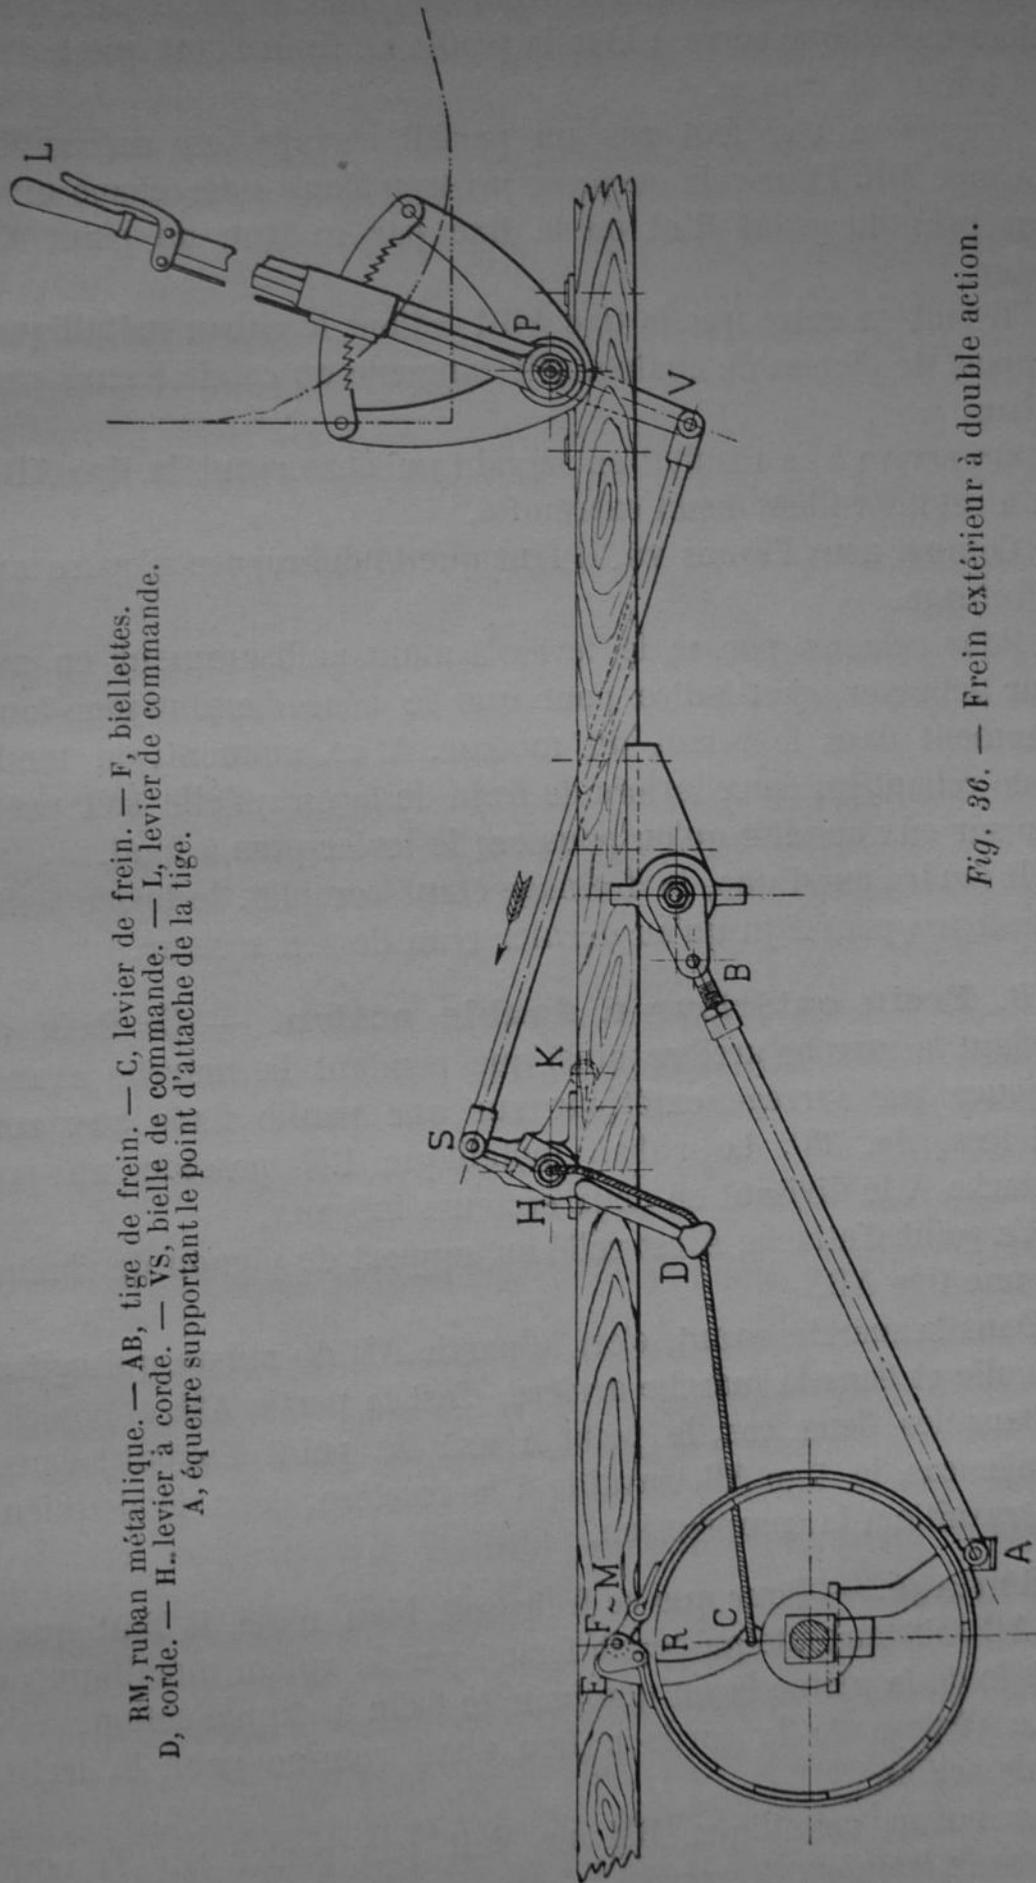

*Fig. 35.* — Frein à simple action.
A. — **Frein à simple action.** — Le premier système de frein à enroulement fut le frein à simple action (*fig. 35*), c'est-à-dire, ne serrant uniquement qu'en marche avant.